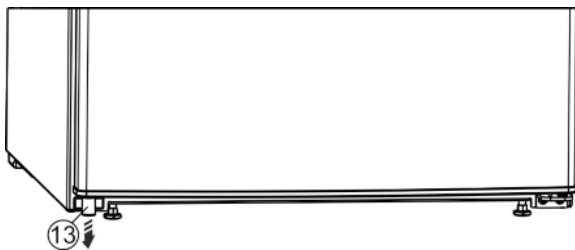

Fig. 4
- ▶ Spodaj levo iz vrat vzemite distančnik Fig. 4 (13).